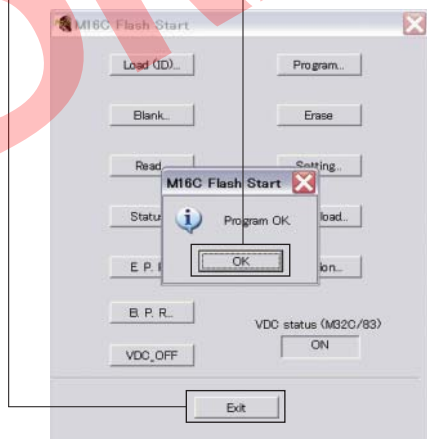

Fig. 7
- 8. When writing of the firmware is completed, the screen appears as shown below. (Fig. 7)
Click [OK]. (Fig. 7)
- 9. Click [Exit] to end FlashSta.exe. (Fig. 7)
- 8. ファームウェアの書き込みが完了すると、以下の画面が表示されます。(Fig. 7)
[OK] をクリックします。(Fig. 7)
- 9. [Exit] をクリックして FlashSta.exe を終了します。(Fig. 7)